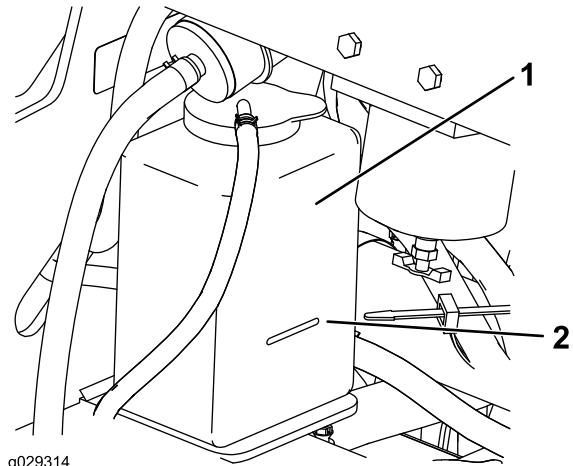

Figure 68
3. Vérifiez le niveau de liquide de refroidissement dans le vase d'expansion (Figure 68).